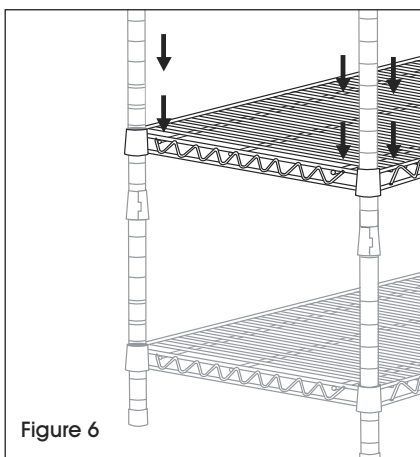

Figure 6
4. Determine the height of the next shelf, snap on shelf supports, then add and secure shelf. Repeat Step 4 to add the remaining shelves. (See Figure 6)
4. Déterminez la hauteur du plateau suivant, enclenchez-le sur les supports, puis ajoutez et fixez le plateau. Répétez l'étape 4 pour ajouter les plateaux restants. (Voir Figure 6)